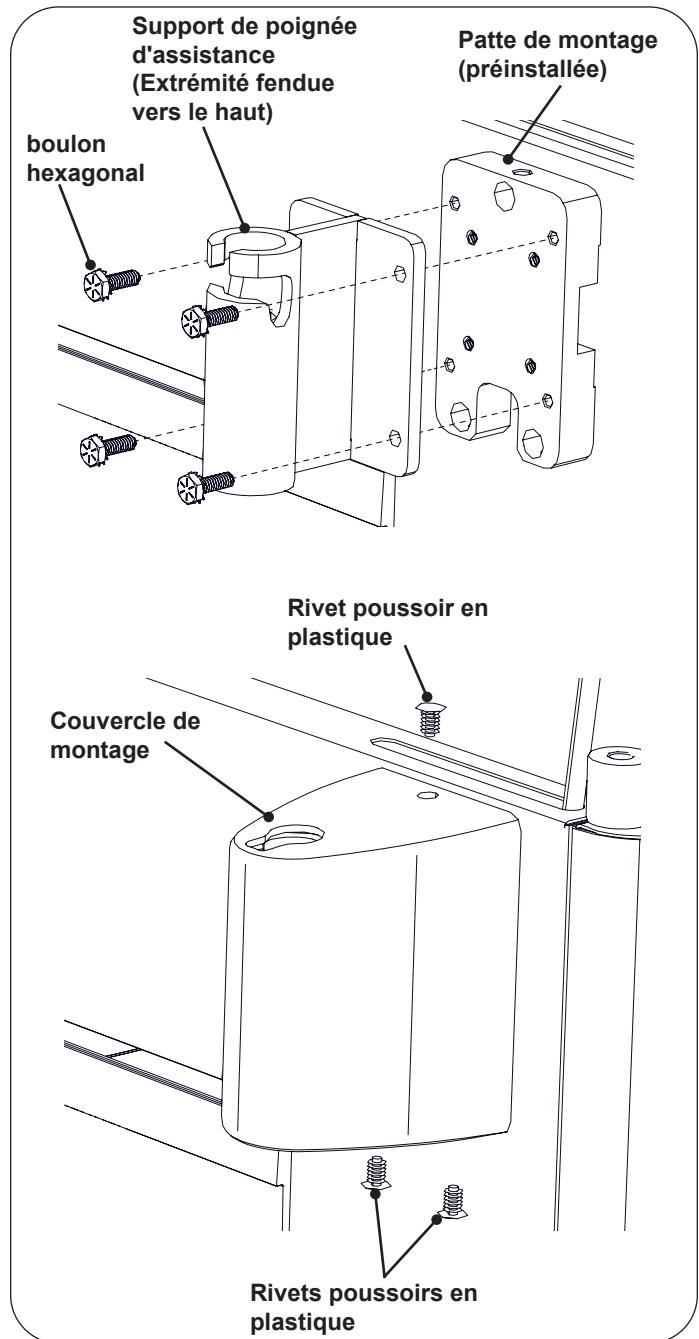

Figure 6. Installation des poignées d'assistance au patient
1. Alignez le support de la poignée d'assistance avec le schéma de perçage de la plaque de montage (préinstallée sur la table). Assurez-vous que l'extrémité fendue du support de la poignée d'assistance est orientée vers le haut. Utilisez quatre boulons à tête hexagonale pour fixer le support à la plaque (Voir Figure 6).
2. Faites glisser le cache de fixation sur le support de la poignée d'assistance, la découpe en trou de serrure orientée vers le haut. Alignez le trou de fixation supérieur avec celui de la plaque de fixation. Insérez un rivet pousoir en plastique et appuyez avec le pouce jusqu'à ce qu'il soit au ras du cache (voir Figure 6).